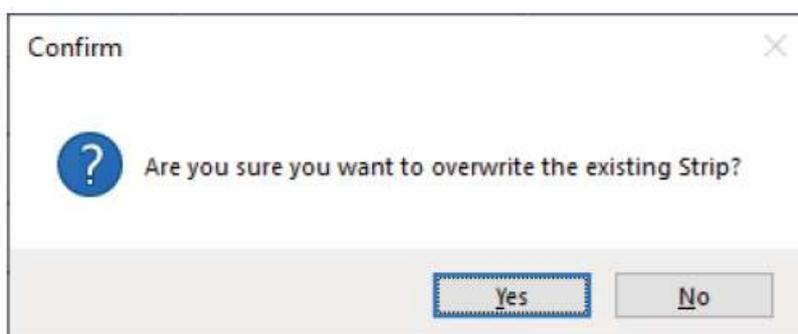

図 196 ストリップデータを上書きするための確認ウィンドウ画面
4. 新しいストリップを作成するには、上記 13.4.1 に従って情報を編集します。新しい ID を入力した場合は、**Save** を選択すると新しいストリップが作成されます。既存のストリップを上書きする場合は、**Save** を選択すると、次のメッセージが表示されます。(図 196)